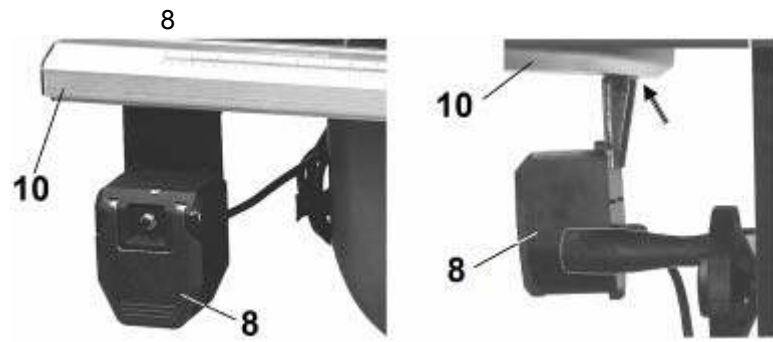

Рис.14
8.4.3. На передней направляющей планке установите и закрепите выключатель (8), Рис. 14.